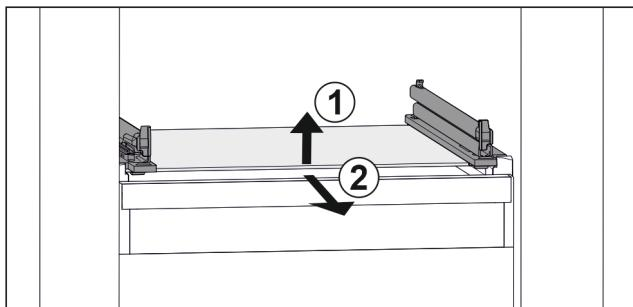

Fig. 112 Reprezentare exemplificativă a plăcii de sticlă
- Ridicați placa de sticlă din față. Fig. 112 (1)
- Extragăți placa de sticlă spre înainte. Fig. 112 (2)